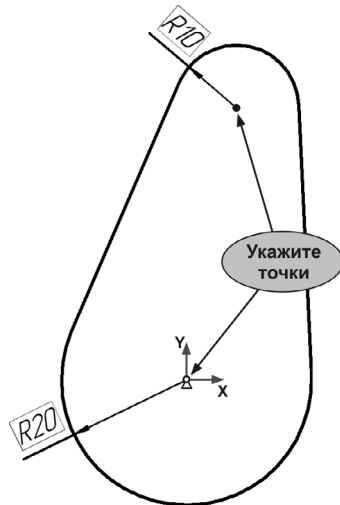

Рис. 66.25.
7. Проставьте радиальные фиксированные размеры дуг и присвойте им значения 10 мм и 20 мм (рис. 66.25).
8. Выровняйте по вертикали центральные точки дуг. Используйте привязку **Ближайшая точка** (рис. 66.25).